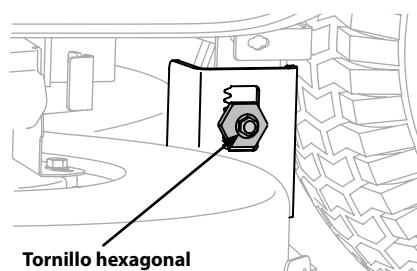

Figura 4-10
- Afloje, pero NO extraiga, el perno de cabeza hexagonal ubicado en la ménsula de suspensión izquierda de la plataforma. Consulte la Figura 4-10.